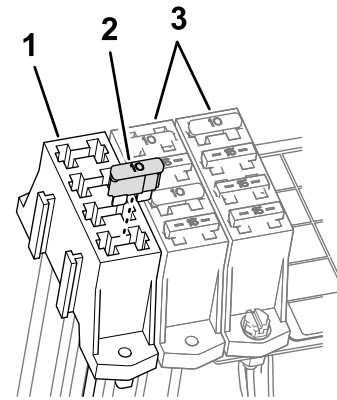

Bild 20
- Setzen Sie die Sicherung in den Einschub am Hilfssicherungskasten ein (Bild 20).